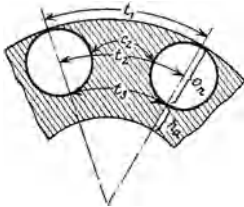

Abb. 181.
C. Runde Nut. Für runde Nuten folgt die Zahnstärke c_2 (s. Abb. 181) an der engsten Stelle aus Formel (135). Die Nutenweite o_n ist